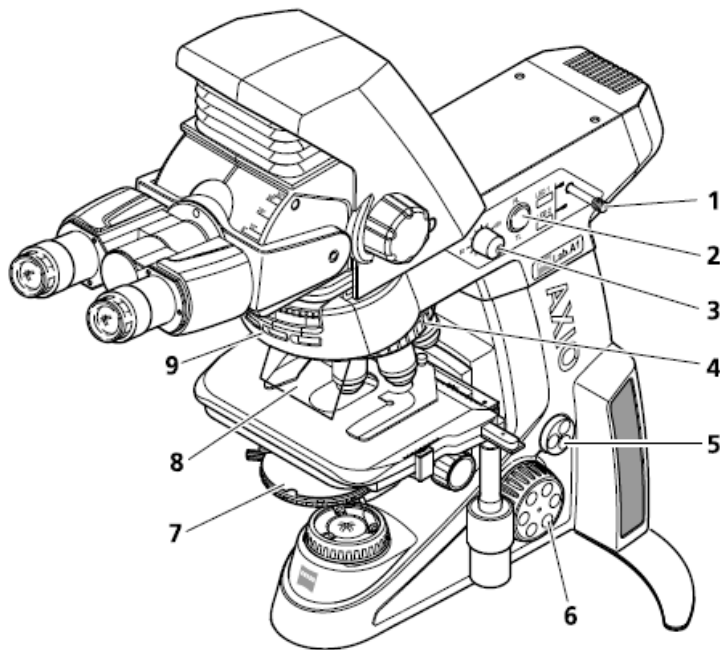

图. 4-20反射荧光组件
- Y 在荧光模块转盘（图 4-20 / 9）中选择所需要的荧光模块（视激发光而定），并将开关转换至FL
- Y 使用推拉杆（图 4-20 / 1）选择所需要的LED激光光（1或2）
- I 通过光强控制旋钮（图 4-20 / 3）调节发射光的亮度